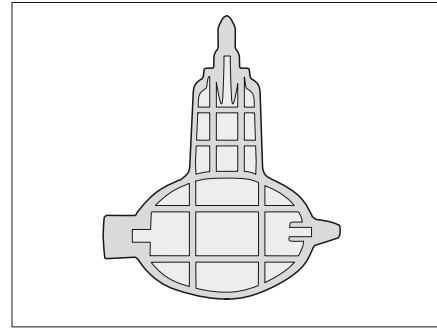

Bild 355 Nyckel till luktlås (endast Alpa)
- ▷ Hos modell Alpa medföljer en nyckel (Bild 355) att använda när luktlåset ska lossas.